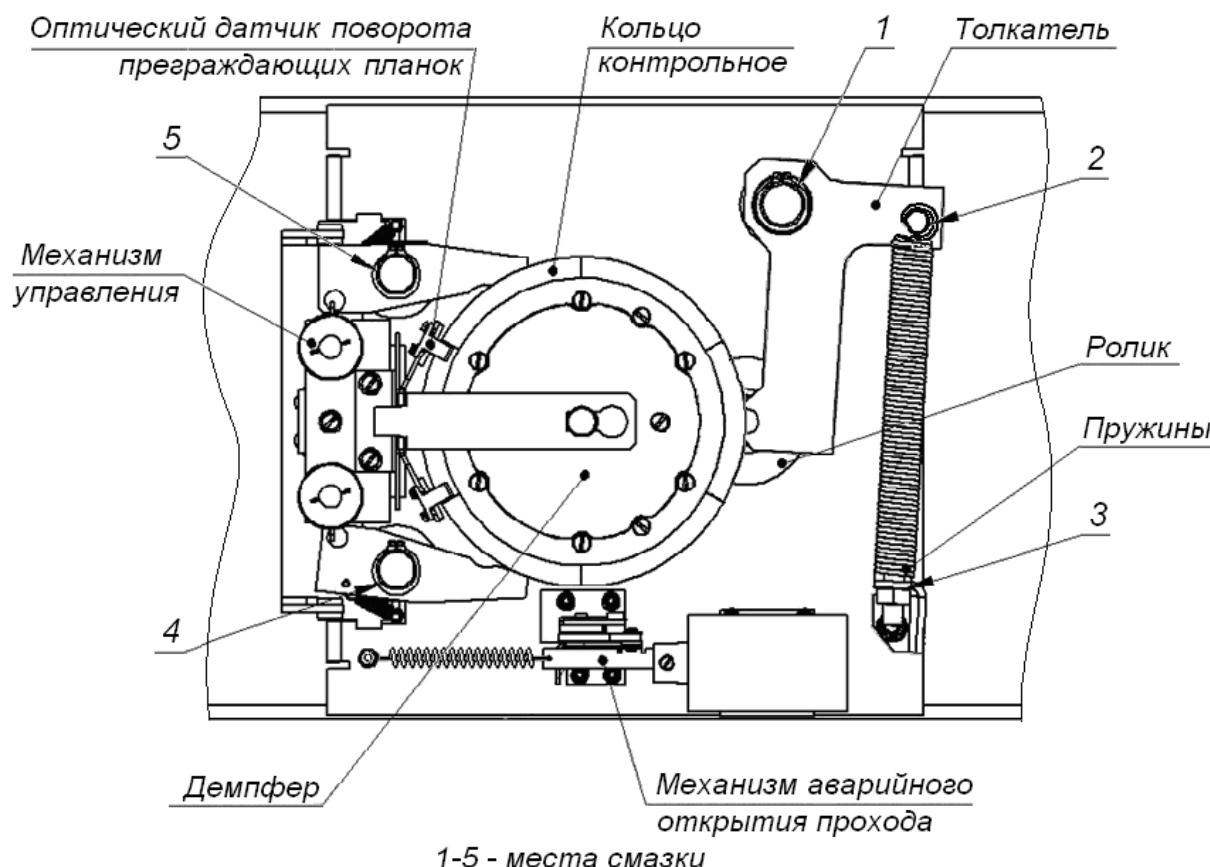

Рисунок 16. Расположение внутренних деталей и узлов механизма турникета
2. Снимите крышку (3) в порядке, указанном в разд. 6.
4. Осмотрите устройствоворота (толкателем, пружины и ролик), оптические датчики поворота преграждающих планок и демпфирующее устройство (см. рис. 16).
6. Выполните смазку узлов трения механизма турникета смазкой ШРУС-4. Не допускайте попадания смазки на поверхность кольца диска контрольного и на ролик. Смазку производите в следующих точках (см. рис. 16):
11. Проверьте крепление преграждающих планок (5) в шарнирных узлах турникета и, при необходимости, подтяните крепежные винты.
13. Установите на место крышку (3) (см. разд. 6) и зафиксируйте ее винтом.